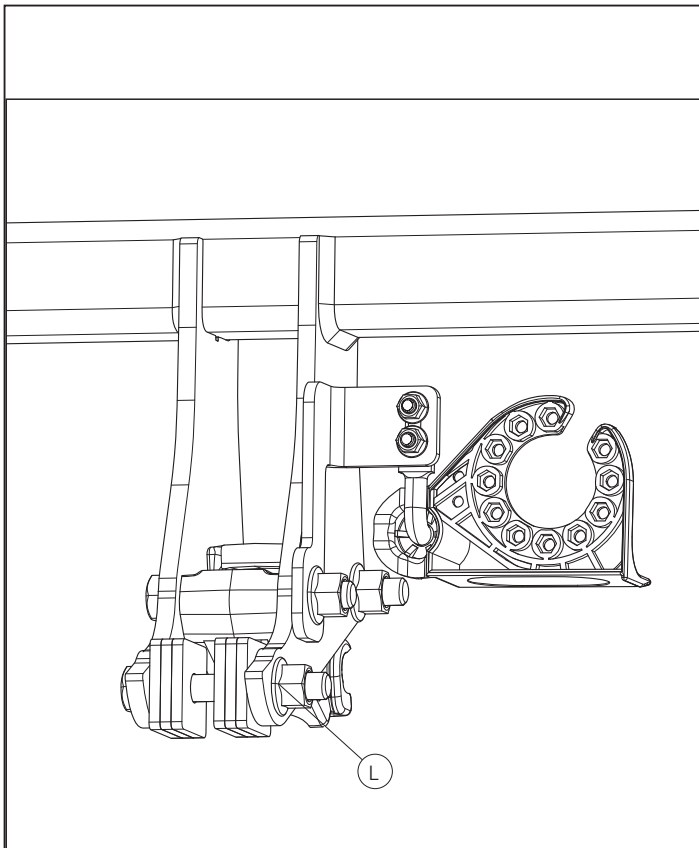

Fig. 2
8. Прикрепить поперечный брус в середине к буксировочному уху (рис. 2).